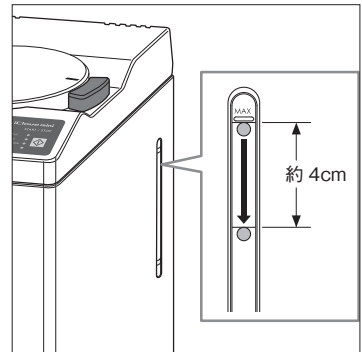

図 2
- 4) 水量ゲージの水位が約 4 cm 下がっているか確認します。(図 2)